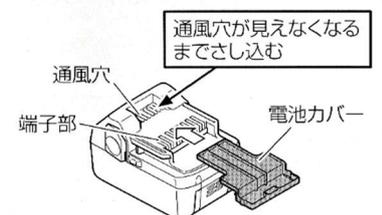

図 H-3
3. バッテリーを単体で保管する場合は、短絡を防ぐため、電池カバーを取り付けて下さい。(図 H-3) (予備バッテリーを購入された場合等) バッテリーを収納ケース等に保管する場合は、ケース内に導電性のある切りくずや釘、針金や銅線等の線材を入れないでください。